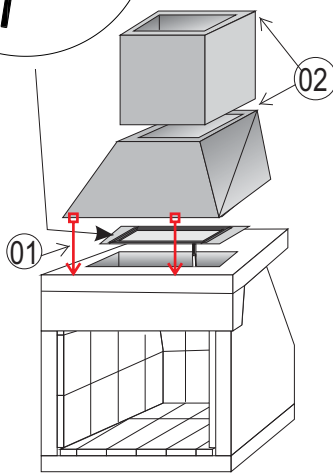

fig04
**6** - Encaixe o Regulador de Tiragem - Metálico ( Dümper ) na abertura retangular existente no Lintel com argamassa colante. (fig04). Em seguida, assente a Coifa e os blocos da chaminé.